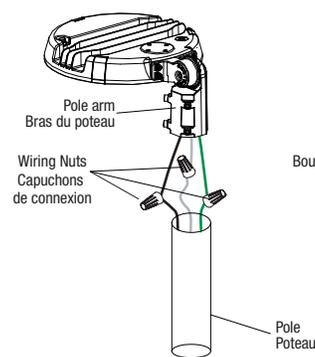
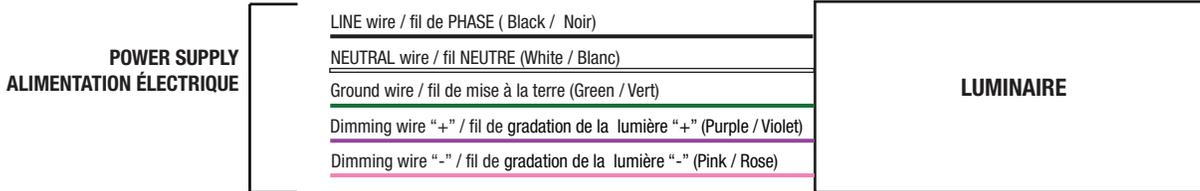

Fig. 9
Fig. 17
5. Connect the wires (Fig. 9, Fig. 17).
4. Connecter les fils (Fig. 4, Fig. 17).
5. Connecter les fils (Fig. 9, Fig. 17).